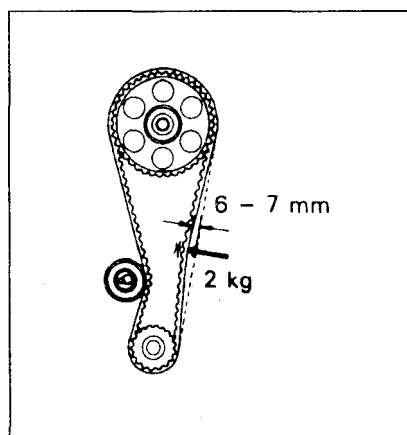

Рис. 3-64.
24. Измерьте прогиб ремня при воздействии давления 2 кг (рис. 3-64). Прогиб должен составить 6-7 мм. Если прогиб отличается от указанного, то необходимо снова отрегулировать положение холостого шкива.